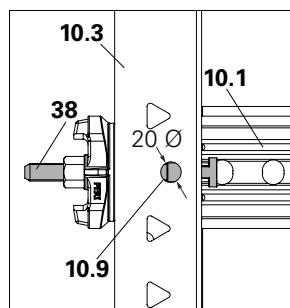

Fig. A4.09a
Una volta in posizione, non deve esserci spazio libero tra il connettore angolo HSA DW 15 (38) e la cornice del telaio (10.3). (Fig. A4.09a)